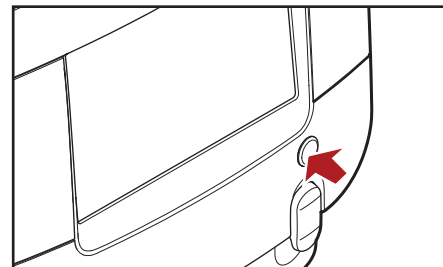

Fig. 4.10- Erogación de agua caliente a flujo libre
- Erogación de agua a flujo libre con el pulsador del agua caliente, véase la fig. 4.10 en la página 14.
2. Apretar el pulsador del agua caliente y mantenerlo apretado hasta que se eroga la cantidad de agua caliente requerida (fig. 4.10).